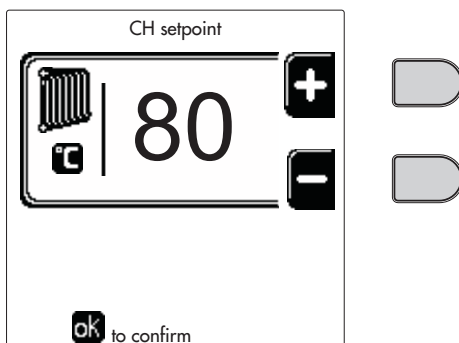
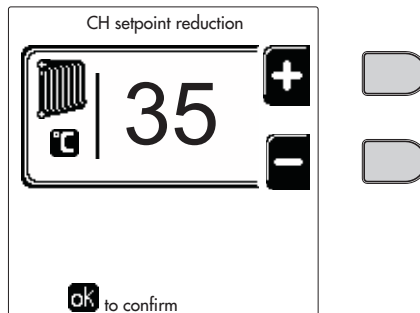
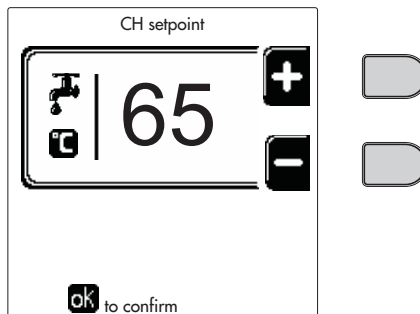
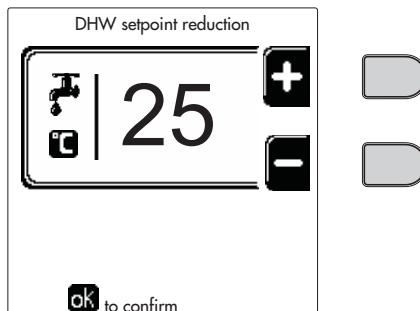

рис. 12
рис. 13
рис. 14
рис. 15
- **ON (ВКЛ).** При поступившем запросе на отопление/ГВС котел работает на заданной температуре регулировки отопления/ГВС (рис. 12/рис. 14).
- **🔽.** При поступившем запросе на отопление/ГВС котел работает на уменьшенной температуре регулировки. Уменьшенная температура достигается путем вычитания температуры регулировки уменьшения (рис. 13/рис. 15) от заданной температуры регулировки отопления/ГВС (рис. 12/рис. 14).